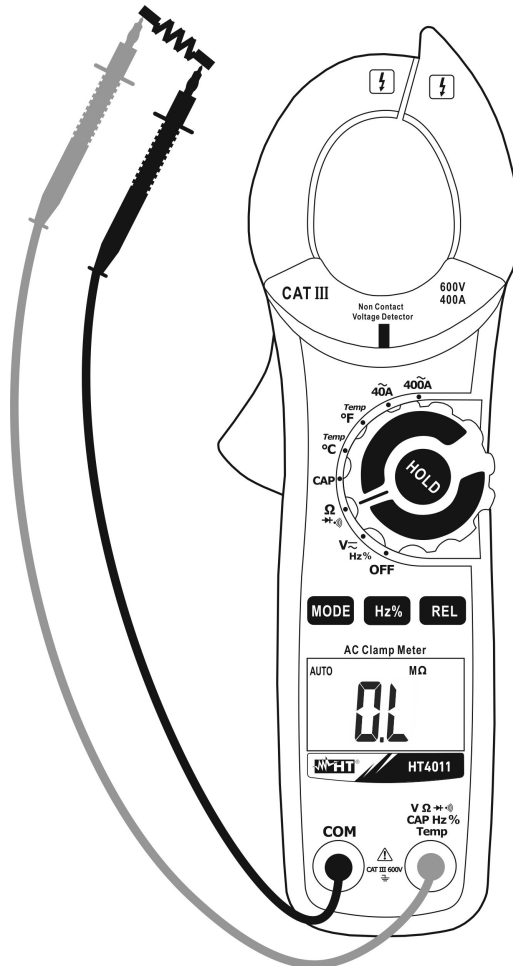

Abb. 5: Verwendung der Zange für Widerstandsmessung
3. Kontaktieren Sie die Messleitungen mit den gewünschten Messpunkten des zu messenden Kreises (Abb. 5).